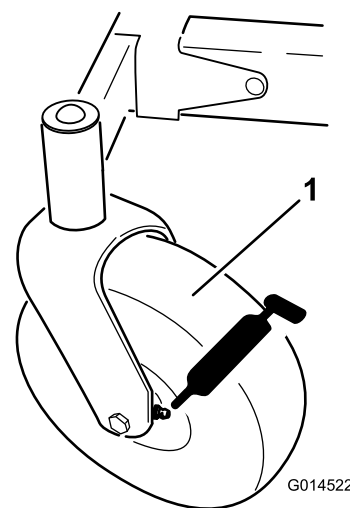
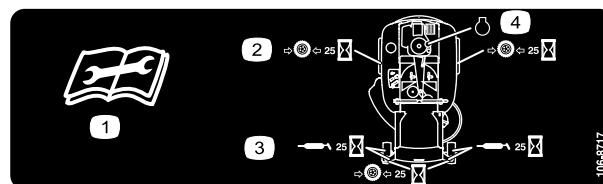

Figura 29
Figura 30
3. Limpie con un trapo los puntos de engrase (Figura 29) y (Figura 30).
4. Conecte una pistola de engrasar a cada punto y bombee grasa hasta que empiece a rezumar de los cojinetes (Figura 29 y Figura 30).